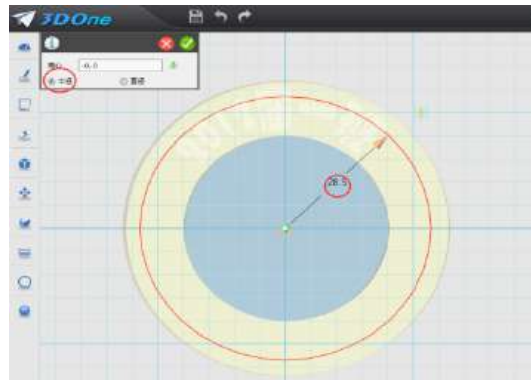

图 10-15
3.绘制辅助圆环：鼠标移到屏幕最左侧第二个图标“草图绘制”命令里面的“圆形”命令，绘制圆，半径为 28.5，如图 10-15。